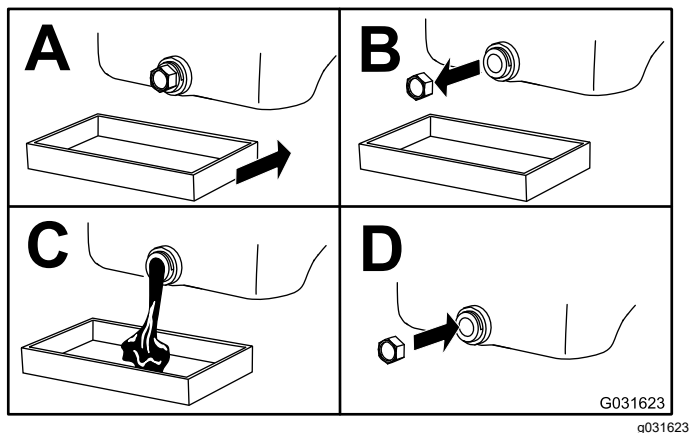

Bild 41
4. Wechseln Sie das Motoröl wie in Bild 41 gezeigt.